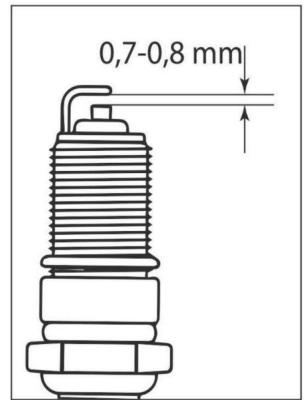

Fig. 27
7. Verifique el espacio entre el electrodo de tierra y el electrodo central, utilizando un Sonda especial. Si es necesario, ajuste la separación a 0,7-0,8 mm (Fig. 27).